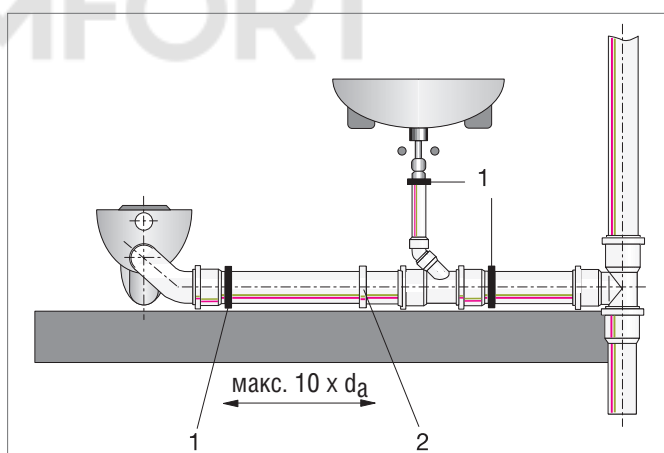

Рис. 8-5 Схема монтажа горизонтального трубопровода
Схема рационального крепления горизонтального трубопровода из шумопоглощающих труб RAUPIANO PLUS представлена на рисунке (см. рис. 8-5).
- расстояние между неподвижной опорой и скользящим хомутом не должно превышать десятикратного диаметра трубы  $d_a$  (см. рис. 8-5): расстояние  $< 10 \times d_a$ .